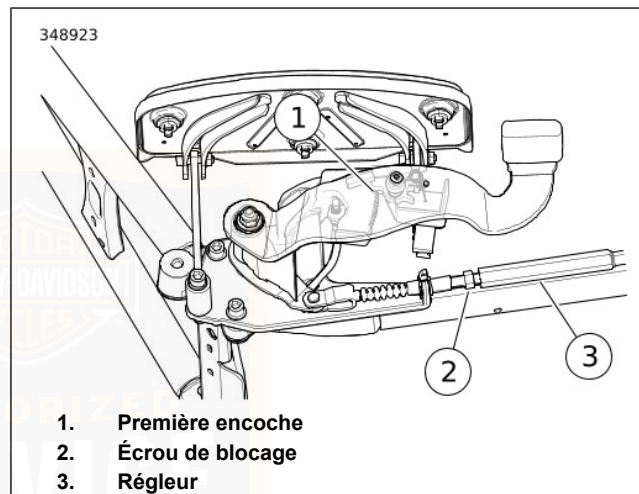

Figure 65. Ajustement du frein de stationnement
3. Voir Figure 65. Tirer la gaine en arrière. Desserrer l'écrou de blocage.